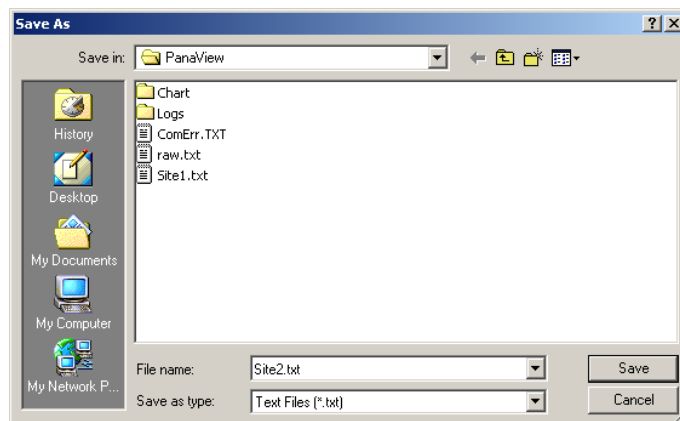

Рисунок 30: Окно «*Save As*» (Сохранить как)
Чтобы сохранить необработанный сигнал, щелкните *save* (сохранить). Откроется окно, показанное на рис. 30. Введите название файла и щелкните «*save*» (сохранить), чтобы сохранить сигнал в формате текстового файла.
2. Щелкните *save site to PC* (сохранить файл объекта в памяти ПК). Откроется окно, показанное на рис. 30.